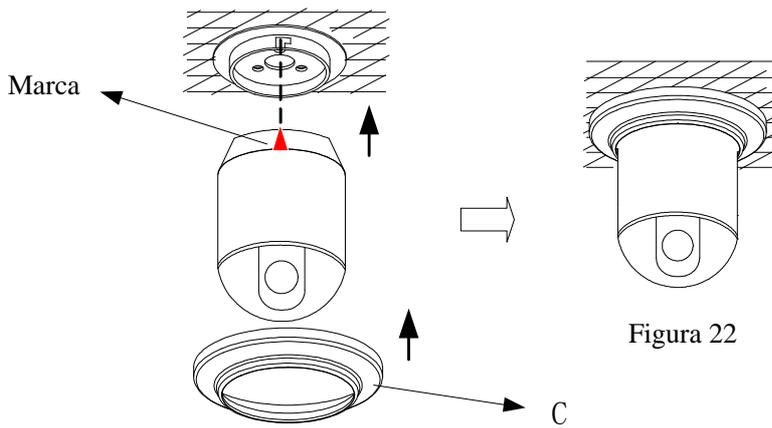

Figura 21
- 3) Fijese en la marca del cuerpo del domo y ajústela con la plataforma, empuje el cuerpo hacía arriba hasta el final y gire en sentido horario hasta oír un clic. (como se muestra en la figura 21)
- 4) Ponga la cúpula, girando en sentido horario hasta que se apriete (Figura 21).